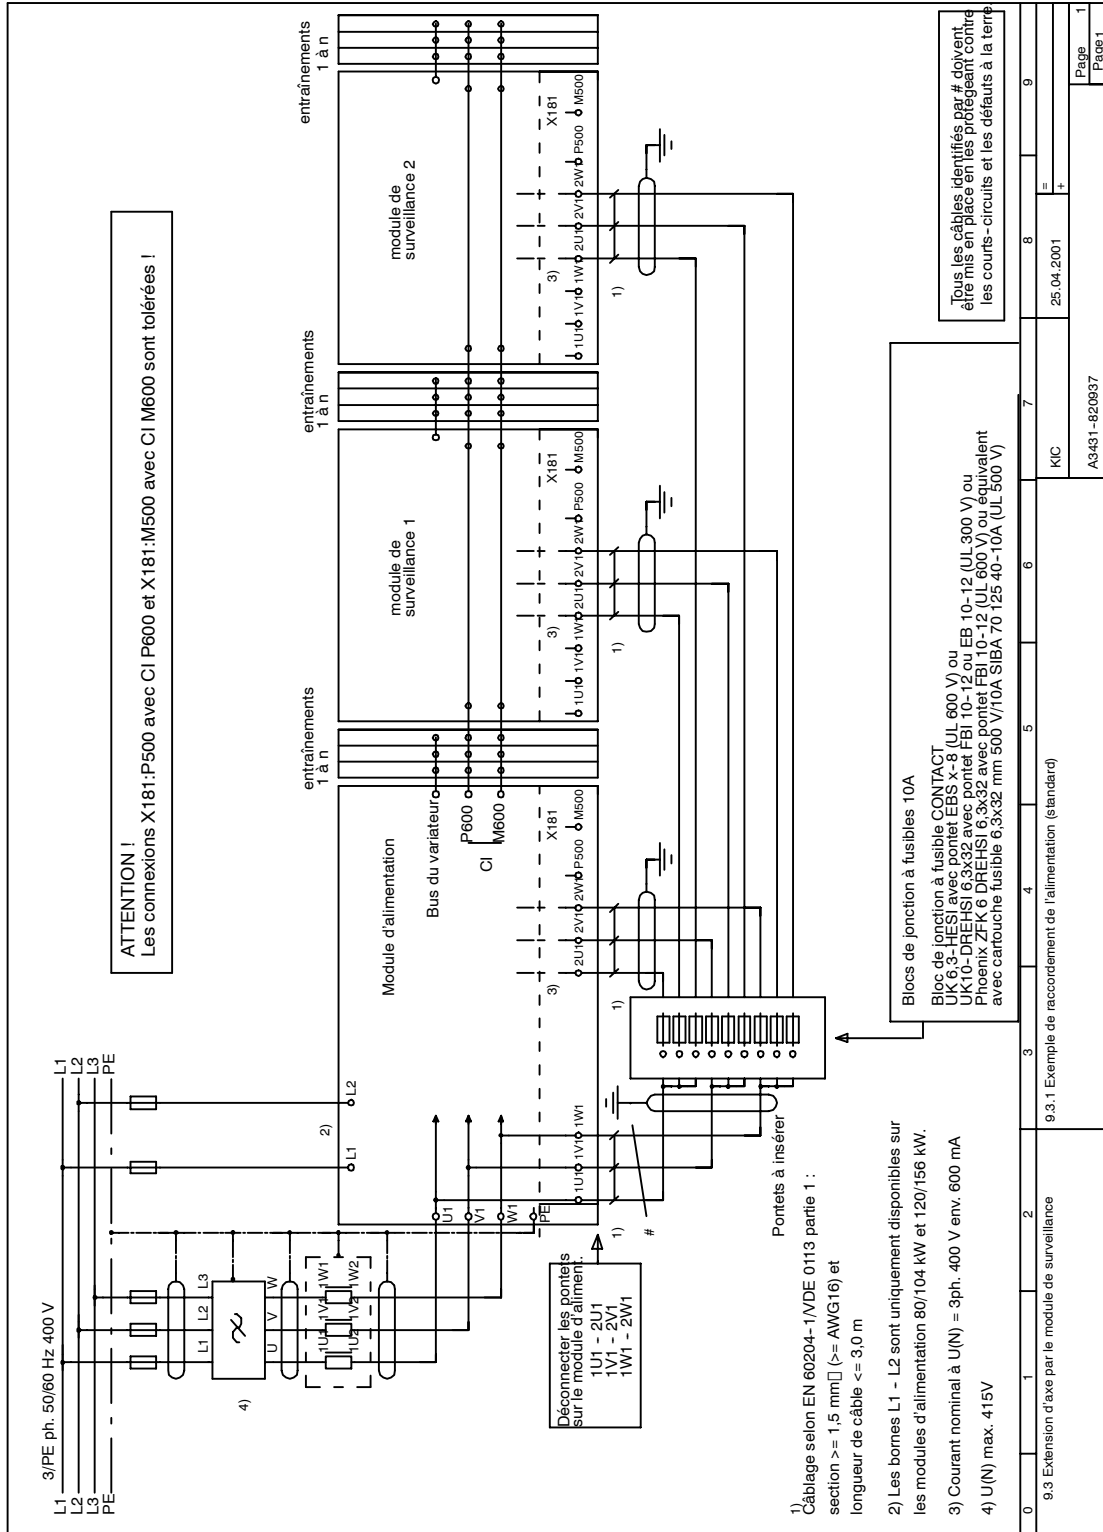

Fig. 8-6 Exemple de raccordement de l'alimentation (standard)
- Exemple de raccordement de l'alimentation (standard) --> voir fig. 8-6.